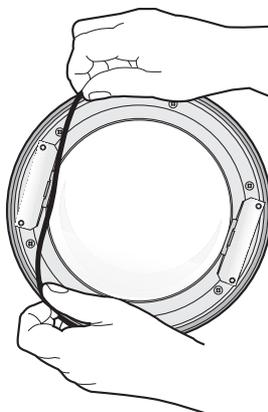

Figura 17. Instalação do anel O
2. Aplique um pouco de lubrificante no anel O e então instale-o no sulco do anel de ajuste do dome inferior (consulte figura 17).